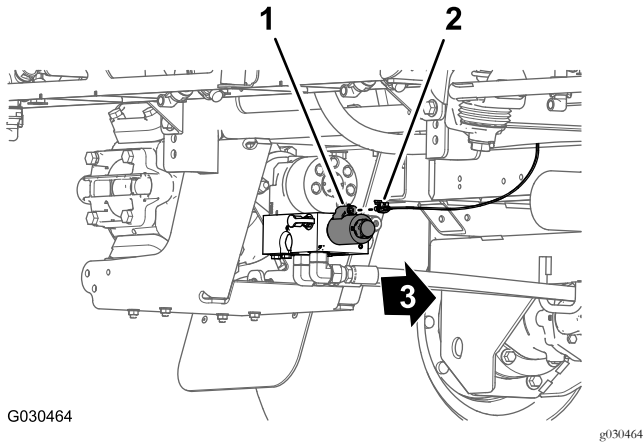

Bild 116
1. Schließen Sie hinten an der Maschine, innen an der Sprühpumpe, den 2-Buchsen-Stecker des 86-cm-Kabelbaumzweigs in den 2-Stift-Stecker des Relais für die Pumpe an (Bild 116).